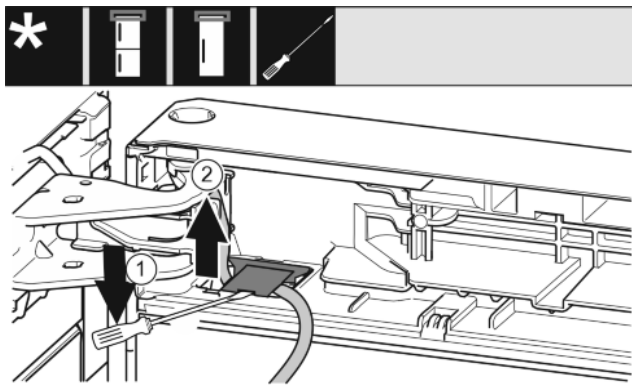

Fig. 17
- Mit dem Schlitzschraubendreher die Abdeckung anheben und herausziehen. Fig. 17 (1)
- Den Kabel herausziehen. Fig. 17 (2)